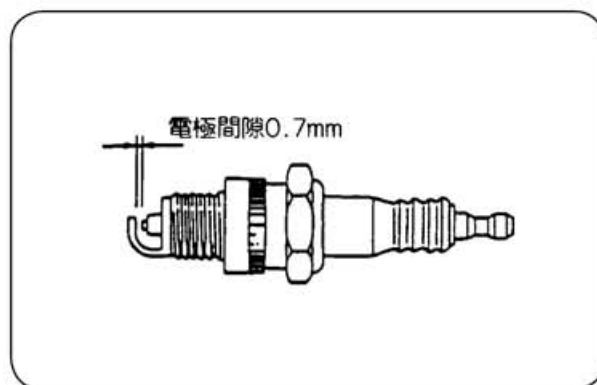

図 37
- ①ボックススパナでプラグをはずしてカーボンを清掃します。(ボックススパナ21)
- ②電極の隙間が0.7mmになるように調整してください。(図37)